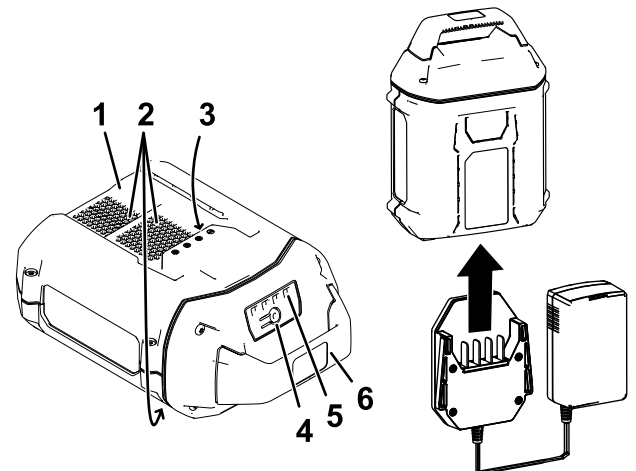

Figura 13
2. Alinee el hueco de la batería (Figura 13) con la lengüeta del cargador.
3. Introduzca el cargador en la batería hasta que esté completamente asentada (Figura 13).